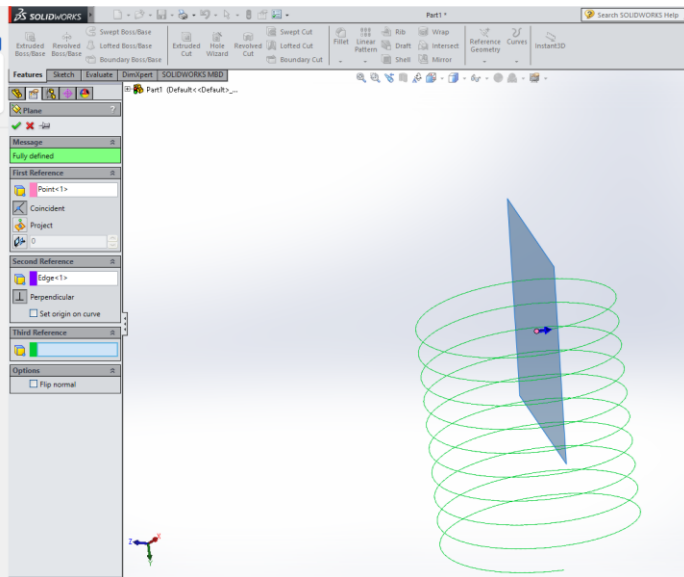

Рисунок 5.12 – Побудова допоміжної площини
- за допомогою команди «**Reference Geometry - Plane**» побудувати допоміжну площину, яка проходить через точку початку спіралі. Для цього вказати цю точку та спіраль, натиснути ОК. Рис. 5.12.